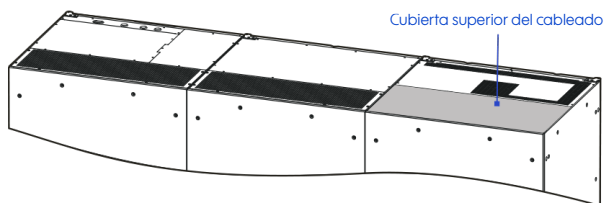

Figura 3-45 Ubicación de la cubierta superior del cableado del UPS-IND HF 131000 y 131200
2. Utilice el desarmador para desenroscar los tornillos de fijación de la cubierta superior del cableado (como se muestra en la figura 3-45).